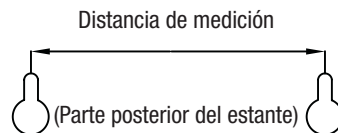

Figura 1
PASO 2: Dibuje una línea en la pared con un nivelador para determinar la ubicaciones de los orificios de los tornillos. Mida la distancia que se necesitará entre los tornillos para montar la repisa. Marque las posiciones de los tornillos en las ubicaciones que desea como se muestra en la **Figura 1**.